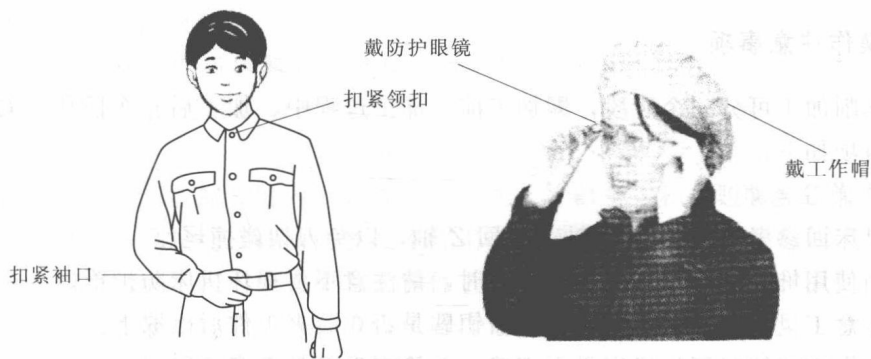

图 1-2-1 操作者着装规范
(1) 遵守各实训场地的安全规定，要戴防护眼镜，穿好工作服，扣紧领扣，扣紧袖口，衬衫要扎入裤内。女同学要戴工作帽，并将发辫纳入帽内。操作者着装规范如图 1-2-1 所示。
(2) 数控系统的编程、操作和维修人员必须经过专门的技术培训，熟悉所用数控车床的使用环境、条件和工作参数等，严格按机床和系统的使用说明书要求正确、合理地操作